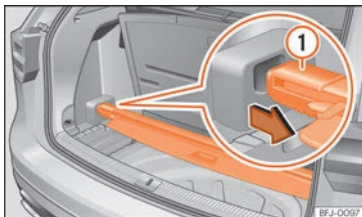

Fig. 121 Sob o piso da bagageira: guardar a chapeleira da bagageira.
- Coloque a chapeleira da bagageira no suporte previsto para o efeito »»» **Fig. 121**.